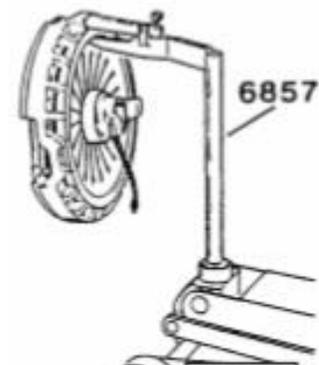

Fig. 4
- e. Fijar la herramienta elevadora en una gata hidráulica.(Fig. 4) Colocar el gancho elevador entre el resorte de diafragma del lado envolvente. Elevar y situar el embrague contra el motor.